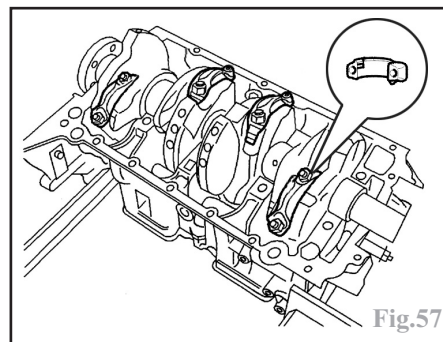

Fig.57
- monter les chapeaux de bielles munis de leurs demi-coussinets huilés en alignant leurs ergots avec ceux des bielles (Fig.57).